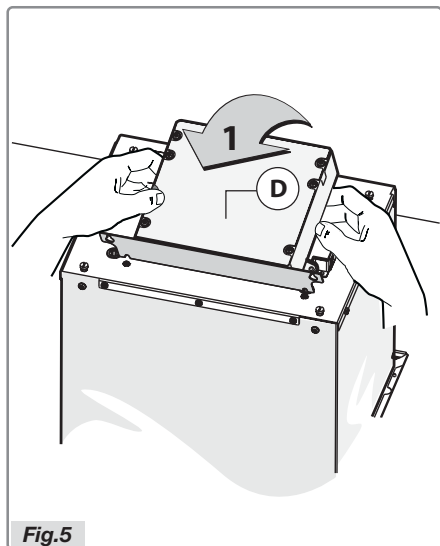

**Fig.3**
- Créez l'ouverture d'évacuation **A** (Fig.3).